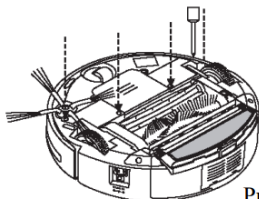

Рис.1
- 1 Отвинтите шурупы на колесах отверткой. (См.рис.1)